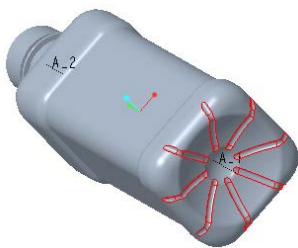

图 13-76 阵列的结果
- 4 单击“阵列”选项卡的“完成”按钮, 阵列的结果如图 13-76 所示。